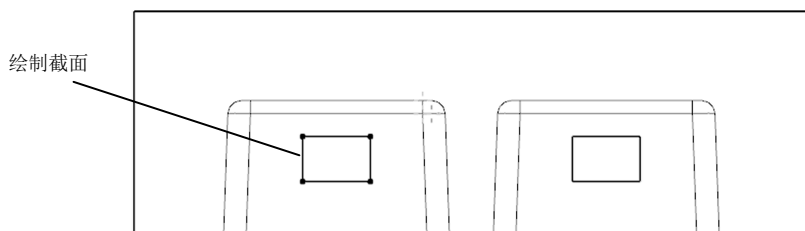

图 9-15 绘制一个矩形截面
(31) 单击“拉伸”按钮 ，以工件侧面为草绘平面，绘制一个矩形截面，如图 9-15 所示。